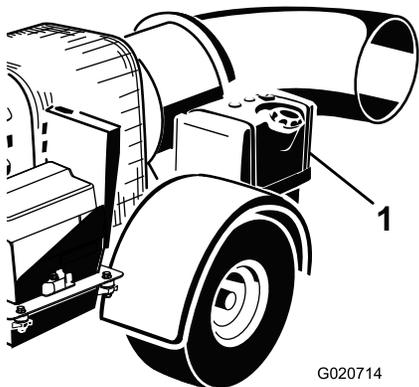

図 10
2. 燃料タンクのキャップの周囲をきれいに拭いてからキャップを取る **図 10**。